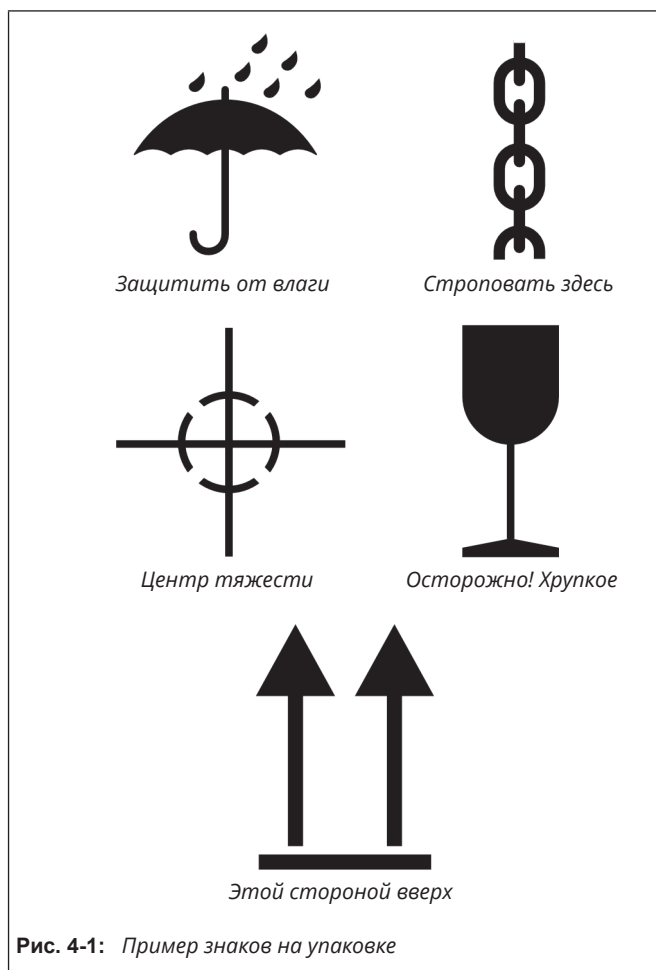

Рис. 4-1: Пример знаков на упаковке
- ⇒ Используйте крюк с предохранительным фиксатором в качестве несущего средства, чтобы грузозахватное приспособление не могло соскользнуть с крюка во время подъема и транспортировки, см. Рис. 4-1
- ⇒ Прикрепите подъемные петли к каждому несущему средству (например, крюку) крана или вилочного погрузчика, см. Рис. 4-1.
- ⇒ Зачальте по одной подъемной петле на консоли и по одной на несущем средстве (например, крюк) крана или вилочного погрузчика, см. Рисунок 4-1.